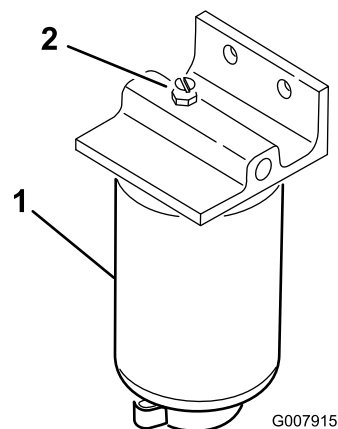

図 36
3. 燃料フィルタ・水セパレータ (図 36) のエア抜きプラグを開ける。